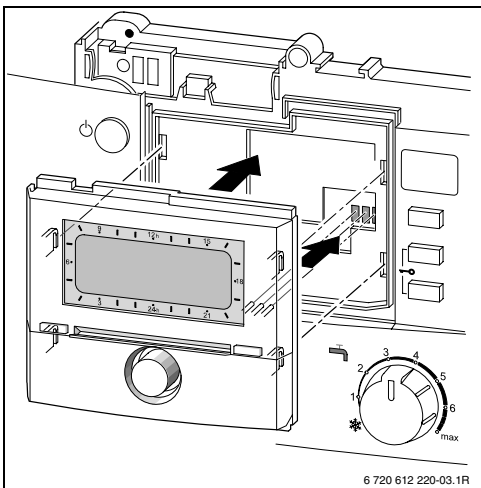

Bild 6
- ▶ Mit dem Einbau des Reglers wird automatisch die BUS-Verbindung über die drei Kontakte hergestellt ( Bild 6 auf Seite 10).